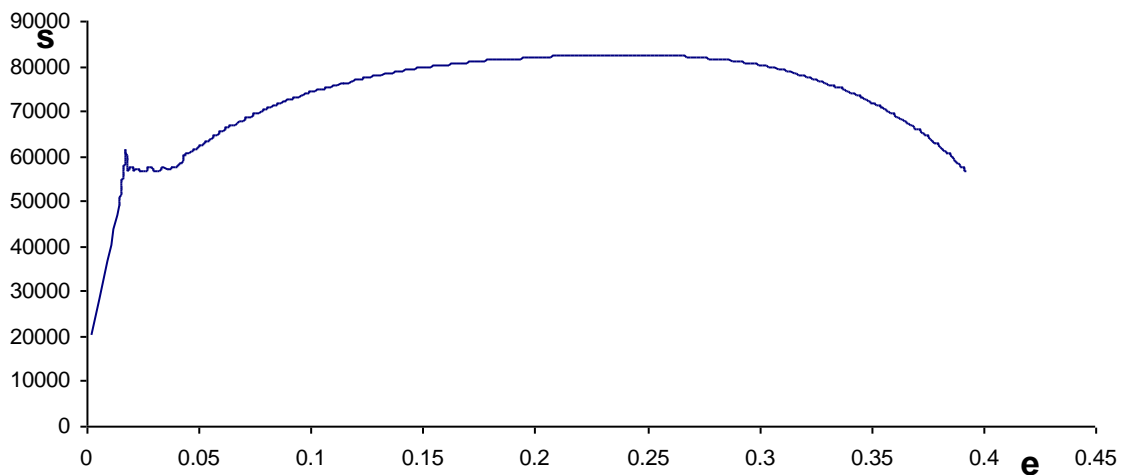

Figura 5.- Grafica Esfuerzo – Deformación Unitaria sin la elongación errónea.
g).- Para quitar toda la deformación errónea se deben eliminar todos los valores de Esfuerzo–Deformación Unitaria corregida (ϵ') **desde cero hasta el σ_1** y graficando los valores que quedan se obtiene una gráfica como la mostrada en la Figura 5.